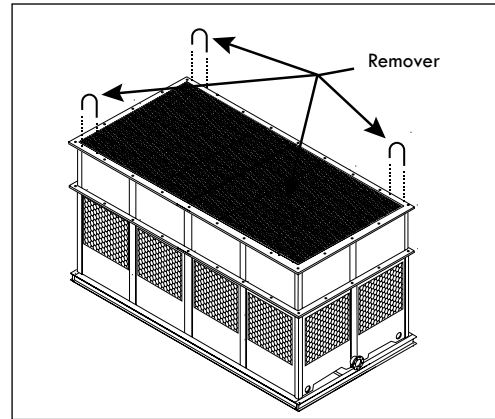

Figura A-19: Remover las argollas de izar de la sección inferior del cuerpo en una torre de dos ventiladores (RT-D)
- K. Sólo si su torre es un modelo RT-D o RTP-D;** después de instalar la sección inferior del cuerpo, remueva las argollas de izar que se encuentran en la brida antes de instalar la siguiente sección (ver Figura A-19).